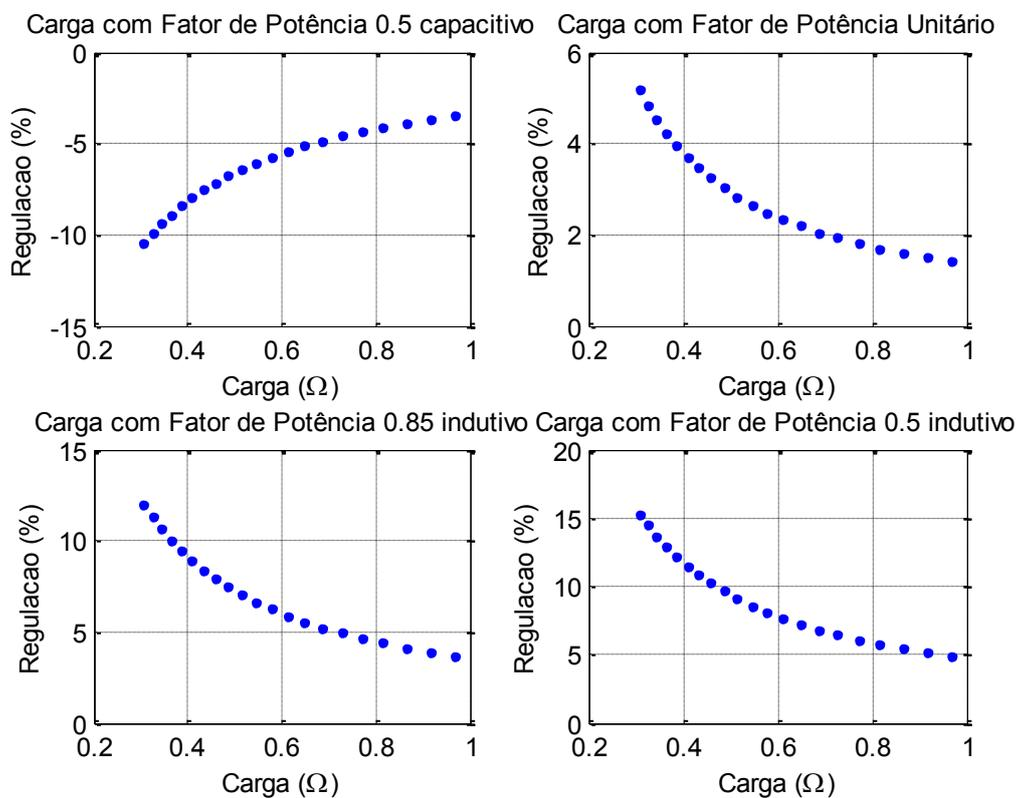

Figura 3 Regulação em função da Impedância da Carga (fatores de potência distintos)
**Caso 2-** Uma outra forma de definir a carga conectada ao secundário de um transformador é através do valor da impedância conectada. Neste caso, adotou-se as seguintes premissas: a tensão no primário sempre é senoidal de valor eficaz igual ao nominal (13200 V). A regulação foi analisada com o circuito equivalente a fluxo constante, mas o rendimento foi analisado com o circuito equivalente completo. Na figura 3, pode-se verificar a variação da regulação com relação ao módulo da impedância que foi inserida no secundário.